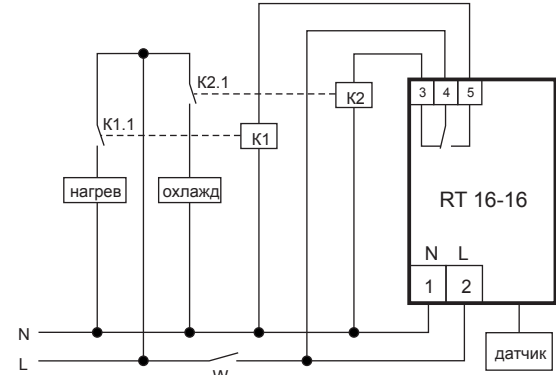

Рис. 3: схема подключения нагрузки мощностью более 2,2 кВт к устройству
7.3. В случае, если мощность нагрузки более **2.2 кВт**, то нагрузка подключается к изделию через контактор соответствующей мощности и проводом соответствующего сечения (см. рис.3).